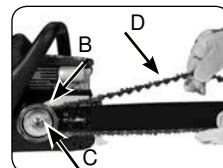

Рис. 4B
2. Натяните цепь около ведущего цепного колеса (B) за сцеплением (C). Проверьте хорошо ли поставлены звенья между зубьями цепного колеса (Рис. 4B).
3. Вставьте звенья в канавку (D) по периферии шины (Рис. 4B).